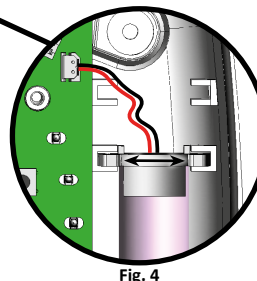

Fig. 4
- Scollegare ed estrarre le batterie allargando i sostegni (Fig. 4).
- Disconnect and remove the batteries by widening the holders (Fig. 4).
- Déconnectez et retirez les piles en élargissant les supports (Fig. 4).